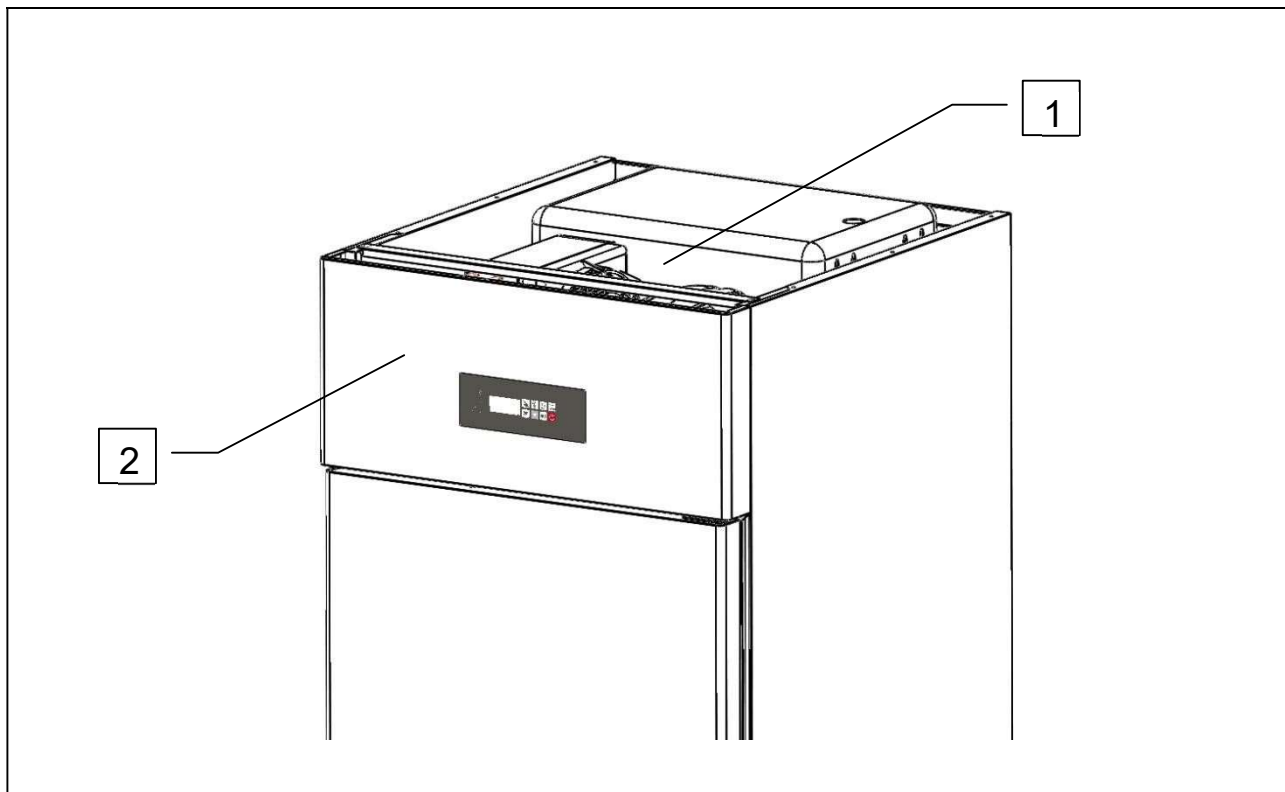

Fig. 3
- ☐ fristående kyl enhet (ref. 1, fig. 3);
- ☐ kontroll panel (ref. 2, fig. 3)